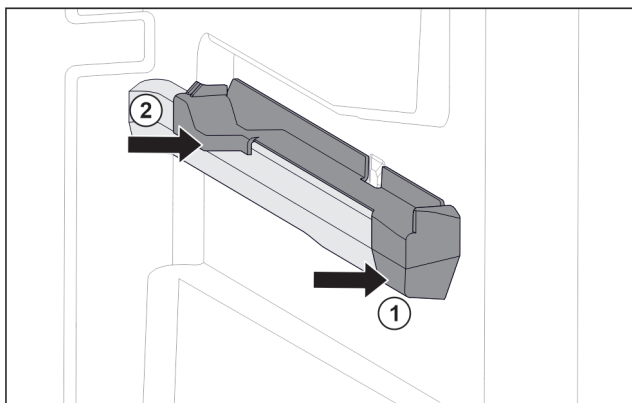

Fig. 85 Element nasadzany na prawym żebrze pojemnika
- ▶ Umieścić element nasadzany z przodu na żebrze pojemnika. Fig. 85 (1)
- ▶ Docisnąć element nasadzany z tyłu. Fig. 85 (2)